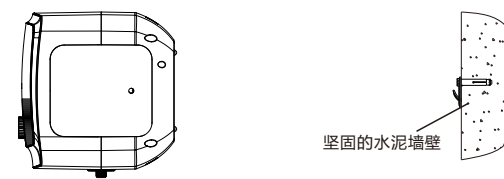

图4
- 组装方法:选择适当的固定位置后,用膨胀螺栓将吊板牢固固定,然后钩住热水器 (图4)。